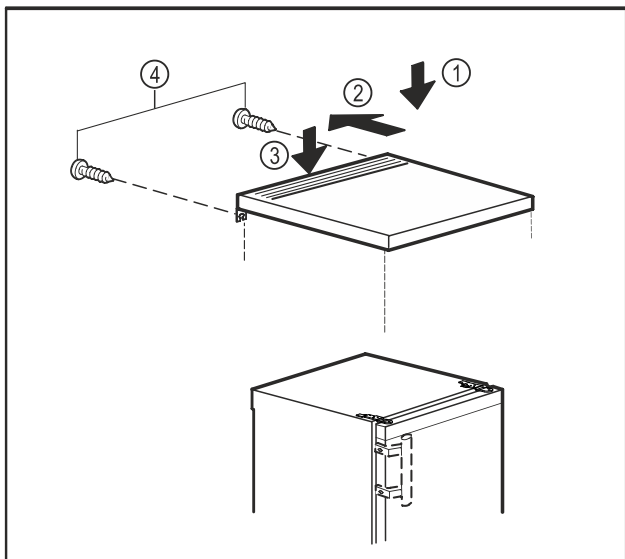

Fig. 19
- ▶ Встановіть стільницю на пристрій. Fig. 19 (1)
- ▶ Відсуньте стільницю назад. Fig. 19 (2)
- ▶ Натисніть на стільницю ззаду вниз. Fig. 19 (3)
- ▶ Затягніть гвинти на задній панелі. Fig. 19 (4)